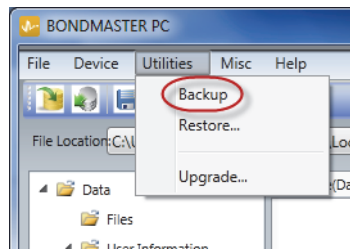

Figura 7-24 Comando Backup
2. No menu **Utilities** do BondMaster PC, selecione **Backup** (veja Figura 7-24 na página 214).